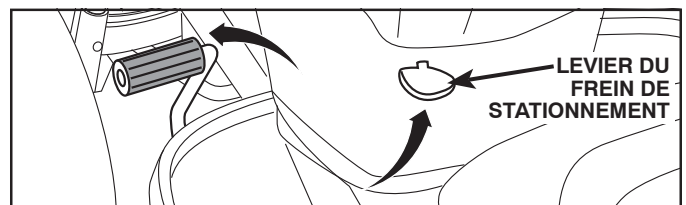

Fig. 3
INSTALLER LA TONDEUSE (Voir la Fig. 3 - 15)
1. TIRER LE BRAS DU LEVIER DE STATIONNEMENT ET BAISSER LA MANETTE DE LEVAGE DE L'ACCESSOIRE (Voir la Fig. 3 et 4)